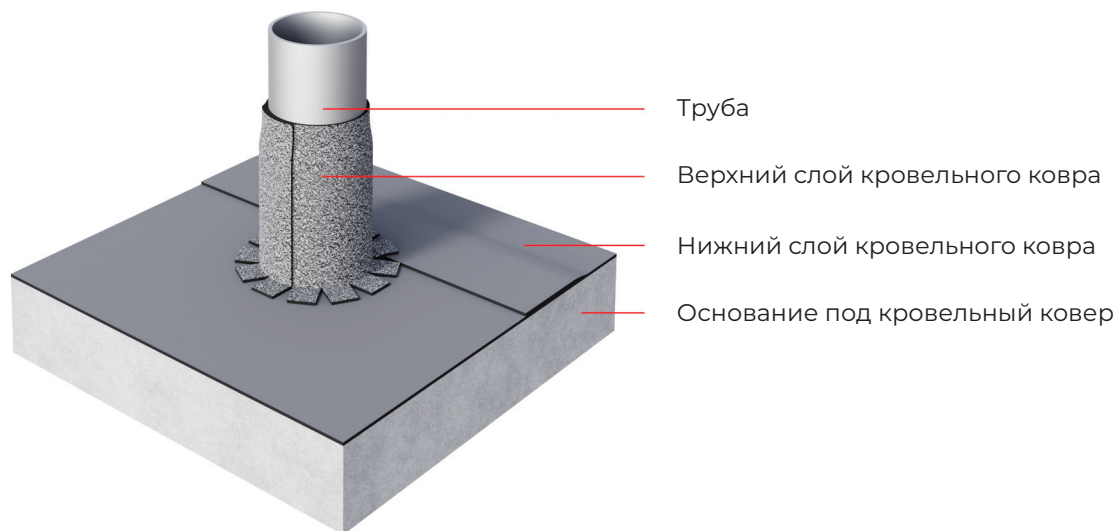

Рисунок 58 – Второй этап устройства примыкания к трубам
- Выполняется устройство нижнего слоя на горизонтальной поверхности и верхнего слоя кровельного ковра вокруг трубы (Рисунок 58). При этом, зона нахлеста верхнего слоя смещается относительно усиления из нижнего слоя